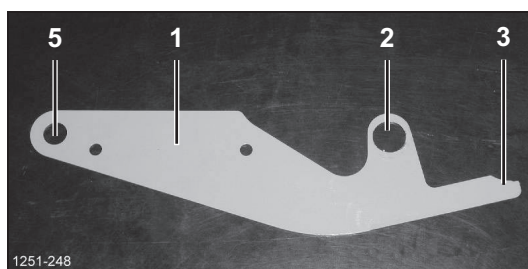

Рисунок 79
- ❑ Проверьте положение иголок при помощи специального калибра (входит в комплект поставки) (Рисунок 79): см. главу "Калибр для иголок", стр. 120.
При помощи калибра для иголок [1] (Рисунок 79) можно регулировать положение иголок [8]: